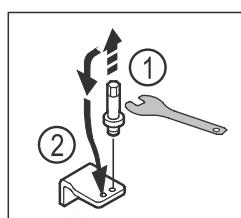

Fig. 22
- ▶ Выкрутите болт на нижнем опорном кронштейне при помощи ключа с наружным шестигранником SW5. Fig. 22 (1)
- ▶ Установите болт на противоположной стороне. Fig. 22 (2)